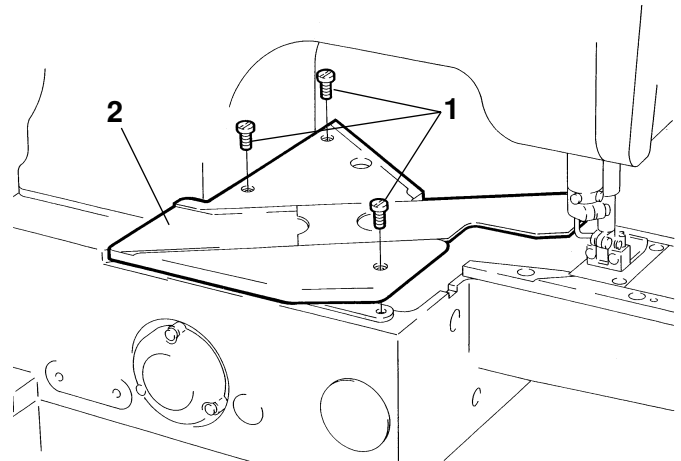

Abb.6
4. Die UT-Vorrichtung (siehe Abbildung 6 bis 8) montieren. Überprüfen Sie nach der Montage, ob die UT-Vorrichtung ordnungsgemäß funktioniert. Nehmen Sie dazu die Bedienungsanleitung der UT-Vorrichtung zur Hand.